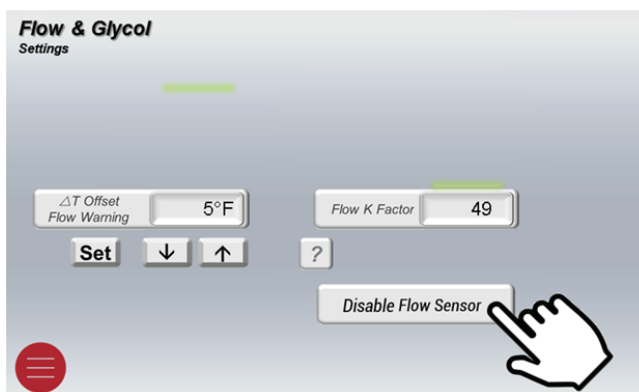

Figure 50. Désactiver le capteur de flux
- Vous verrez un bouton « Désactiver le capteur de flux, appuyez pour désactiver. Voir la **Figure 50**.